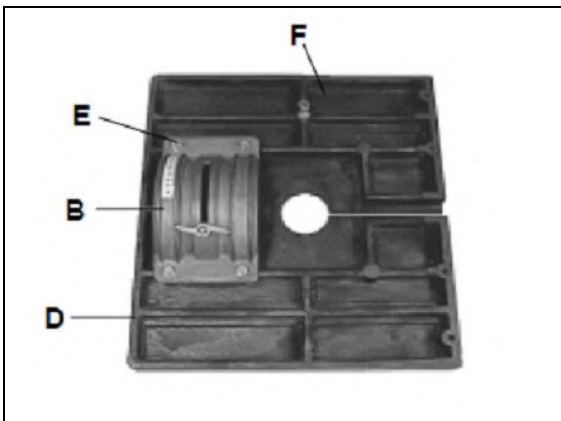

Fig 3
Montér det øvre lejehus (B, Fig 3) til undersiden af båndsavens bord (D) ved at bruge 4 – M8 x 16 skruer (E) og spændeskiver, så du sikrer, at linealen er tættest på bordets kant.